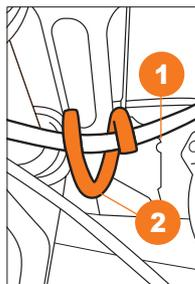

Рис. 12.1
- Зафиксируйте трос регулировки выброса снега ① с помощью специальной петли ② (Рис. 12.1).